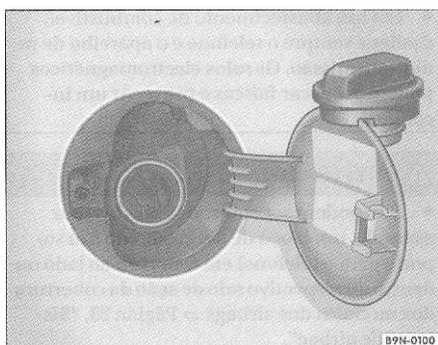

Fig. 94 Bocal de abastecimento e tampa do reservatório de combustível
- Pendure a tampa do reservatório conforme mostrado => fig. 94.